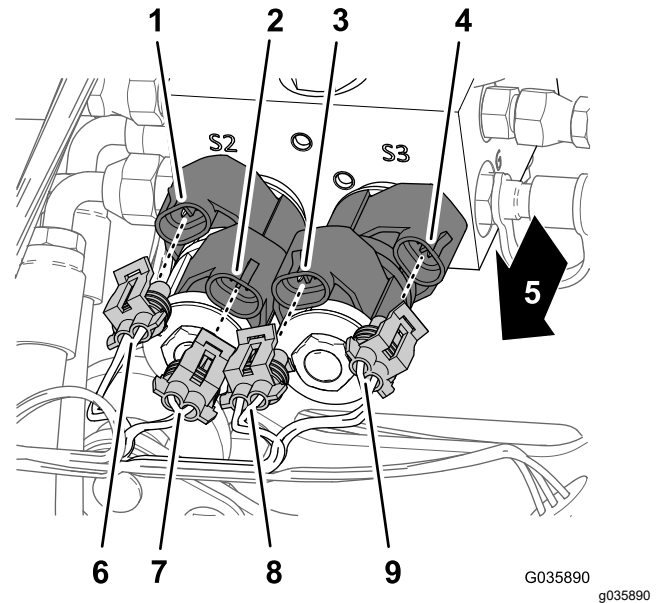

Figura 13
1. En la parte delantera del distribuidor del cilindro de elevación, conecte los 4 conectores eléctricos del arnés de cables para el brazo Sonic Boom a los solenoides para controlar la elevación del brazo, tal y como se muestra en la Figura 13.